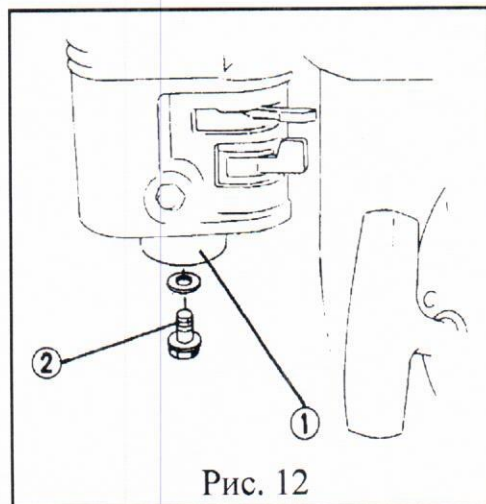

Рис. 12
3. Бензин поступает в карбюратор? Для проверки отверните сливной винт 2 (рис. 12) поплавковой камеры 1 (рис. 12) карбюратора при положении бензокраника «ON» включено?